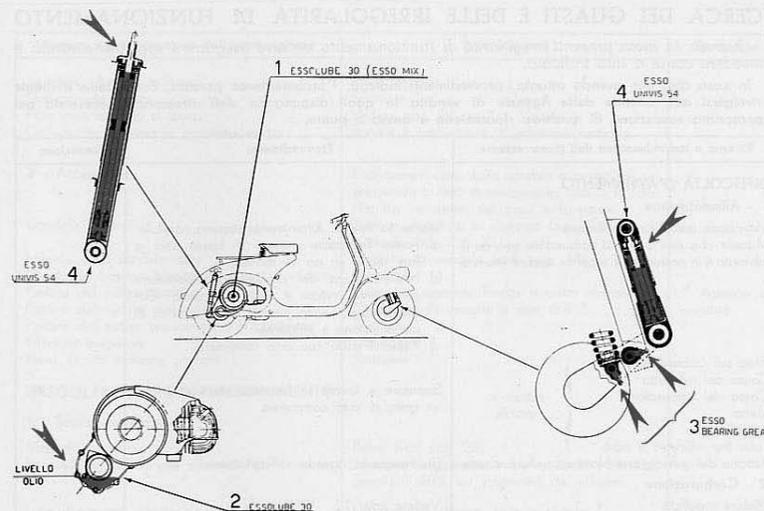

Fig. 14 - Schema della lubrificazione
N.B. - Per la lubrificazione usare esclusivamente gli olii e grassi delle marche e delle qualità indicate nella fig. 14 e nella tabella a pag. 24